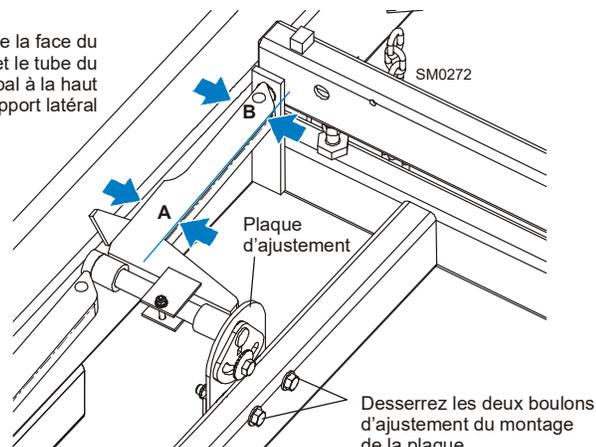

FIG. 7-9
- Desserrez les deux boulons de montage de la plaque d'ajustement. **Voir Fig. 7-9.**